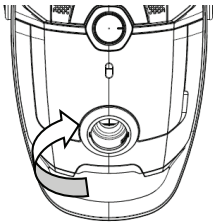

Fig. 9
Eliberați dispozitivul de blocare a capacului frontal (2) pentru a deschide capacul frontal (3) (Fig 9).